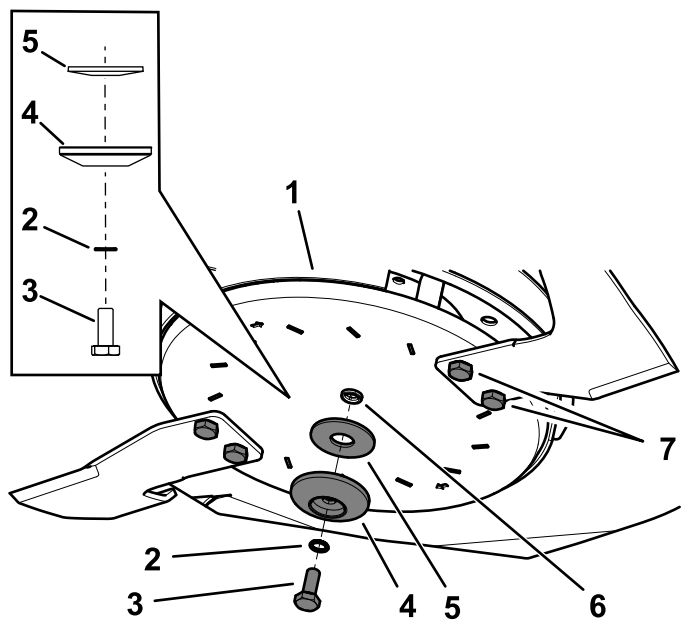

Figura 105
2. Îndepărtați urubul lamei, aibă crestată, elementul de reinere al lamei i aibă curbată de pe arborele axului (Figura 105).
3. Îndepărtați ansamblul lamei (Figura 105).